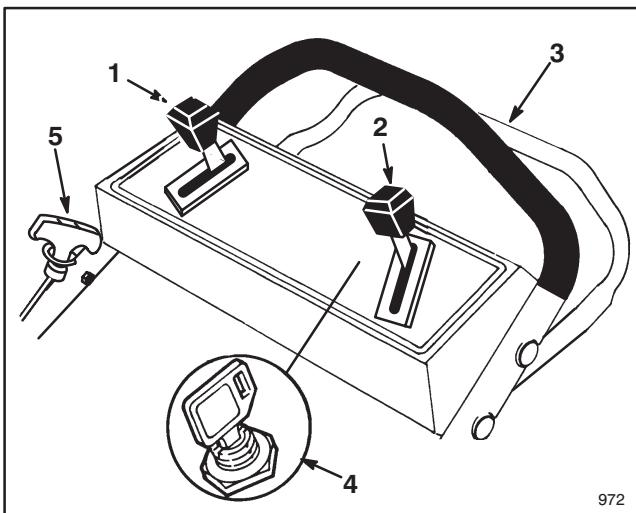

Figure 11
COMMANDES—La clé de contact (modèles à démarreur électrique), la commande des gaz, le sélecteur de vitesse d'avance, la barre de commande d'autotraction et la poignée du lanceur se trouvent en haut du mancheron (Fig. 11).
3. DÉMARRAGE ÉLECTRIQUE—Tourner la clé de contact sur **⊕** (DÉMARRAGE) et la relâcher lorsque le moteur commence à tourner. Une fois que le moteur tourne, retirer la commande des gaz de la position **N** (STARTER) et régler suivant les besoins. Si la charge de la batterie est insuffisante pour démarrer, utiliser le lanceur à corde (Fig. 11).